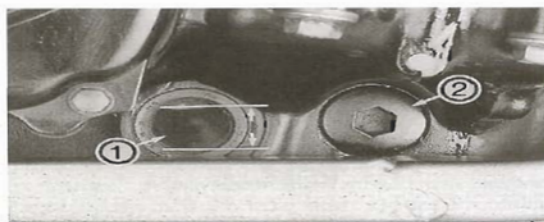

Bild 36
- Ölfiltergehäuse (Bild 36) nach Lösen der Befestigungsschraube (Hohlschraube) abnehmen.
- Hohlschraube mit einwandfreiem Dichtring in Gehäuse einschieben. Von innen Feder, Scheibe und neue Ölfilterpatrone einsetzen. Gehäuse so vormontiert mit einwandfreiem und leicht geöltem O-Ring anbringen (Schlitz des Gehäuses greift in Motorgehäusenut ein; Bild 36). Hohlschraube anziehen (15 Nm).